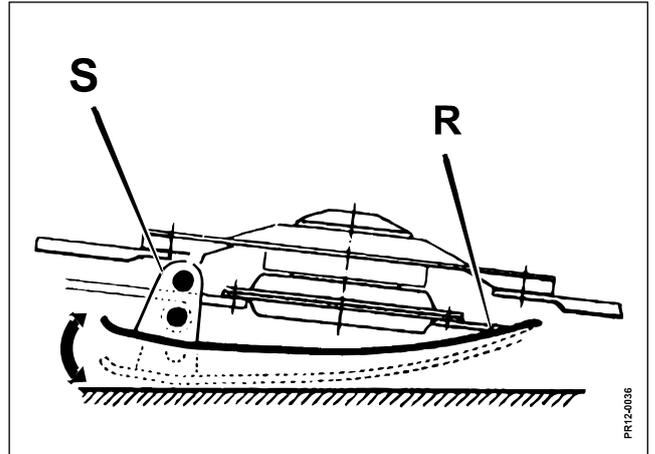

Fig. 3-17
**Fig. 3-17** Falls Sie eine extra hohe Stoppel wünschen sollten, z.B. beim Abputzen von Brachacker, ist es möglich, bei JF-Fabriken alternative Gleitkufen mit Höheneinstellung zu kaufen. Die Gleitkufen **R** werden auf dem Gestell der Maschine mit Zapfen in die untersten Löcher auf den Haltern **S** befestigt. Wünscht man eine höhere Stoppel, werden die Gleitkufen nach unten gerückt, so daß die Zapfen im obersten Loch auf den Haltern **S** befestigt werden.